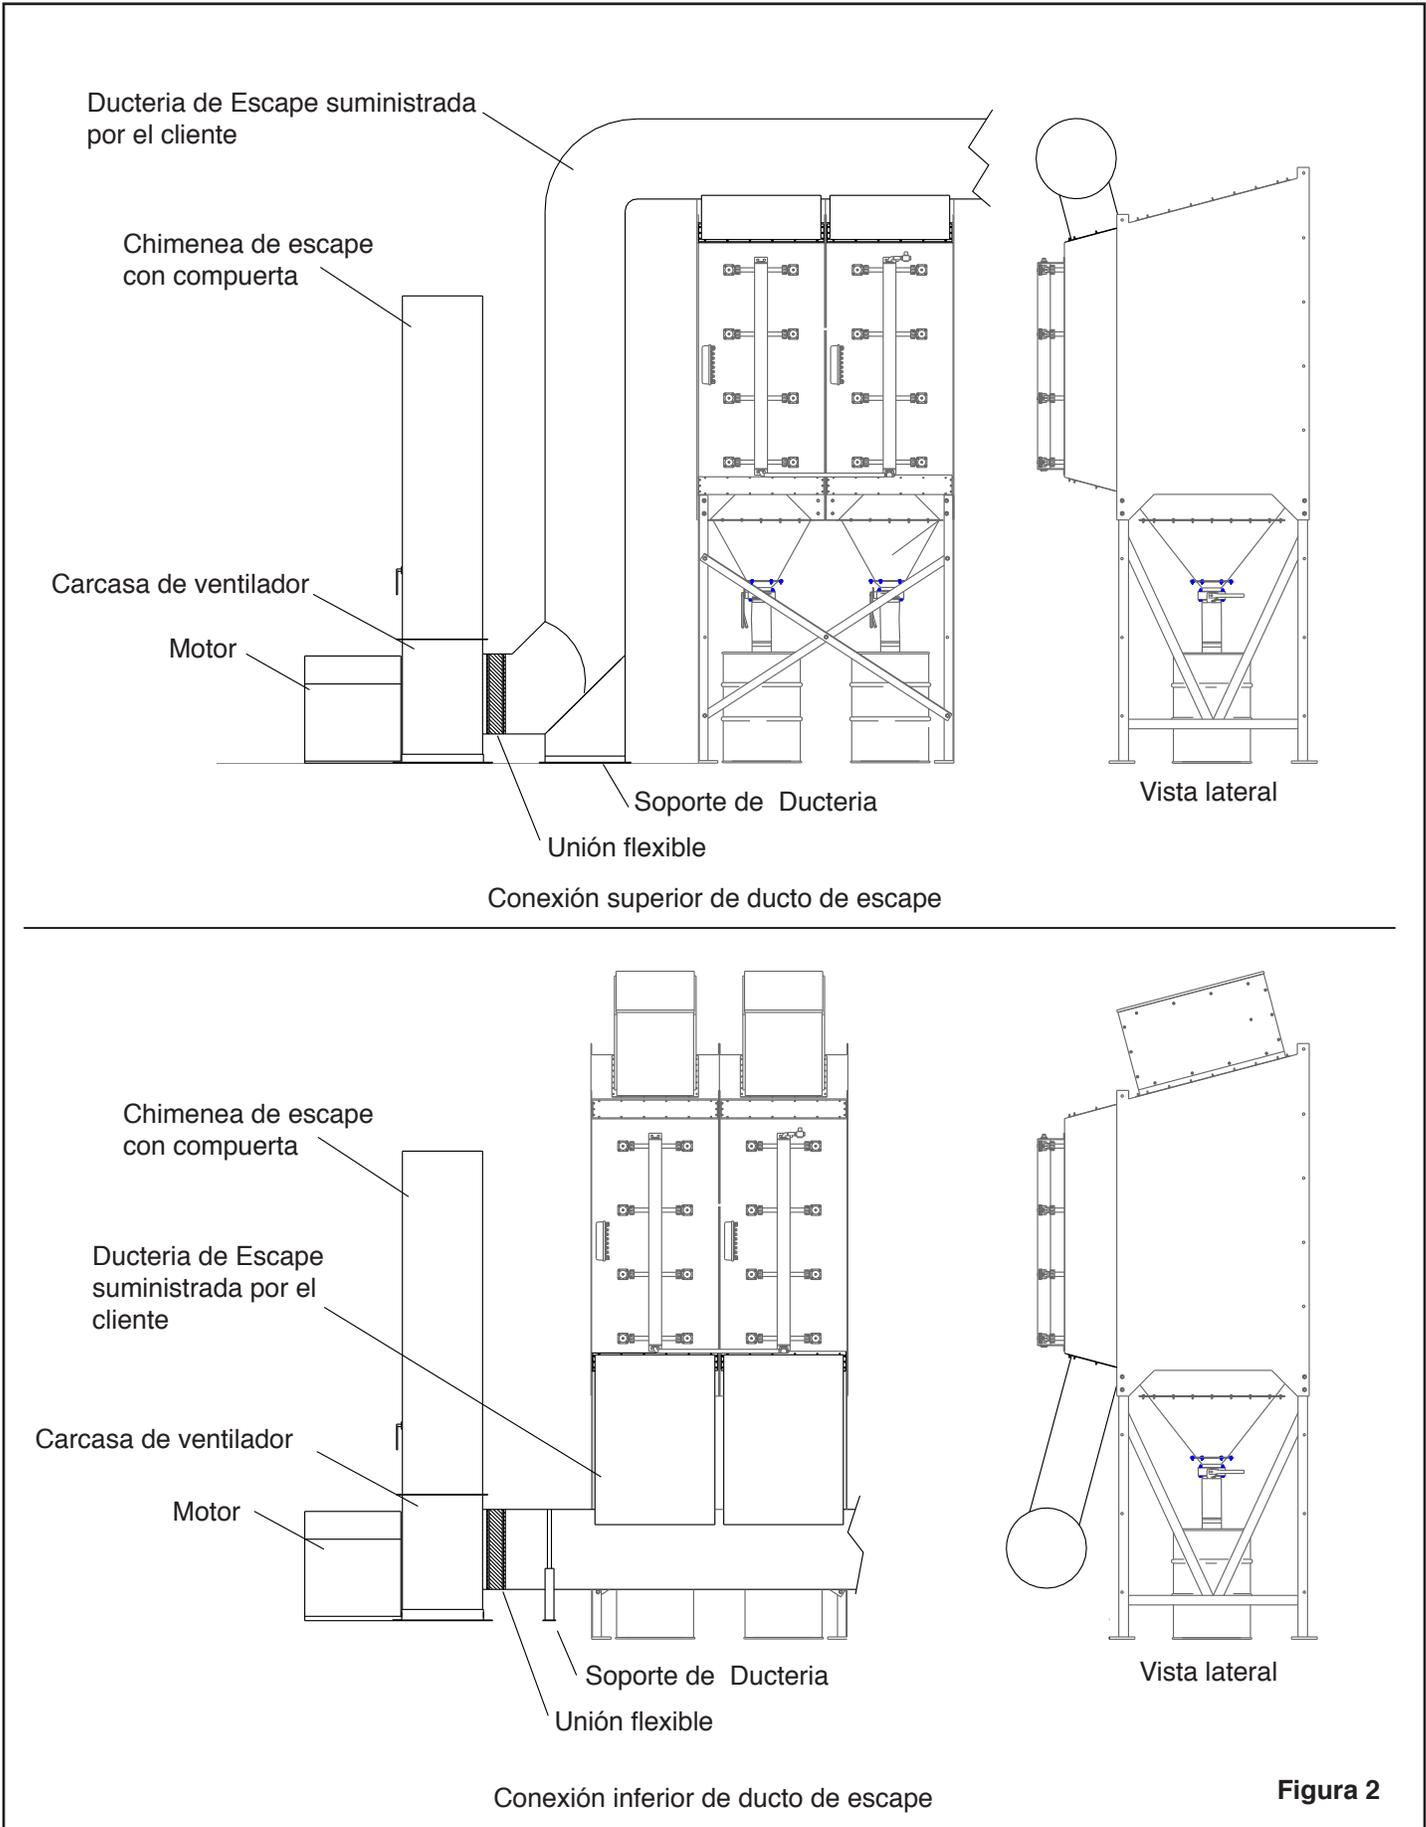

Figura 2
**2.6.3.1** La ilustración en la Figura 2 muestra una ducteria típica y la configuración para un generador de succión. La ilustración es solamente para referencia y no debe usarse para fabricar ducterias específicas.